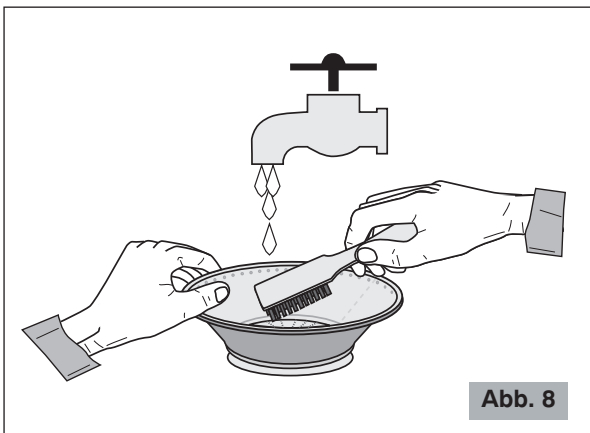

Abb. 8
- Um mehr Saft zu erzielen, muss der Korb immer mit einer Nylon-Bürste gereinigt werden. Den Korb unter den Wasserhahn halten und mit der Bürste die Innenseite des Siebes reinigen (siehe Abb. 8), danach gegen das Licht kontrollieren, dass keine Verstopfungen der Löcher des Filtersiebes vorhanden sind. Sollten noch Verstopfungen vorhanden sein, den Korb in warmes
Zu nasses Fruchtfleisch im Sieb und geringere Saftmenge.	<ul style="list-style-type: none"> • Langsamer zentrifugieren und das Obst weniger stark nach unten drücken. • Sich immer vergewissern, dass der Korb sorgfältig mit einer Nylon-Bürste gereinigt wurde. Den Korb unter den Wasserhahn halten und mit der Bürste die Innenseite des Siebes reinigen (siehe Abb. 8), danach gegen das Licht kontrollieren, dass keine Verstopfungen der Löcher des Filtersiebes vorhanden sind. Sollten noch Verstopfungen vorhanden sein, den Korb in warmes Wasser mit 12% Zitronensaft bzw. Essig legen, um die Verstopfungen zu entfernen. Andernfalls den Korb im Geschirrspüler reinigen. • Zu reifes Obst.